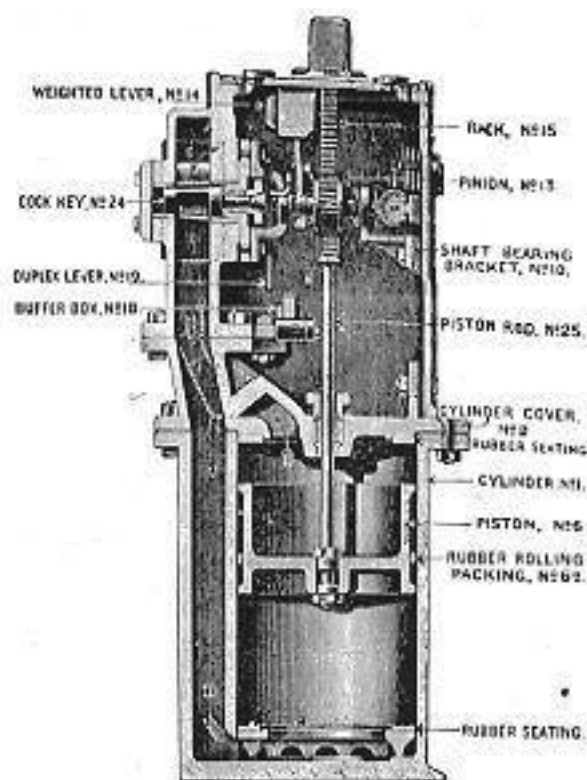
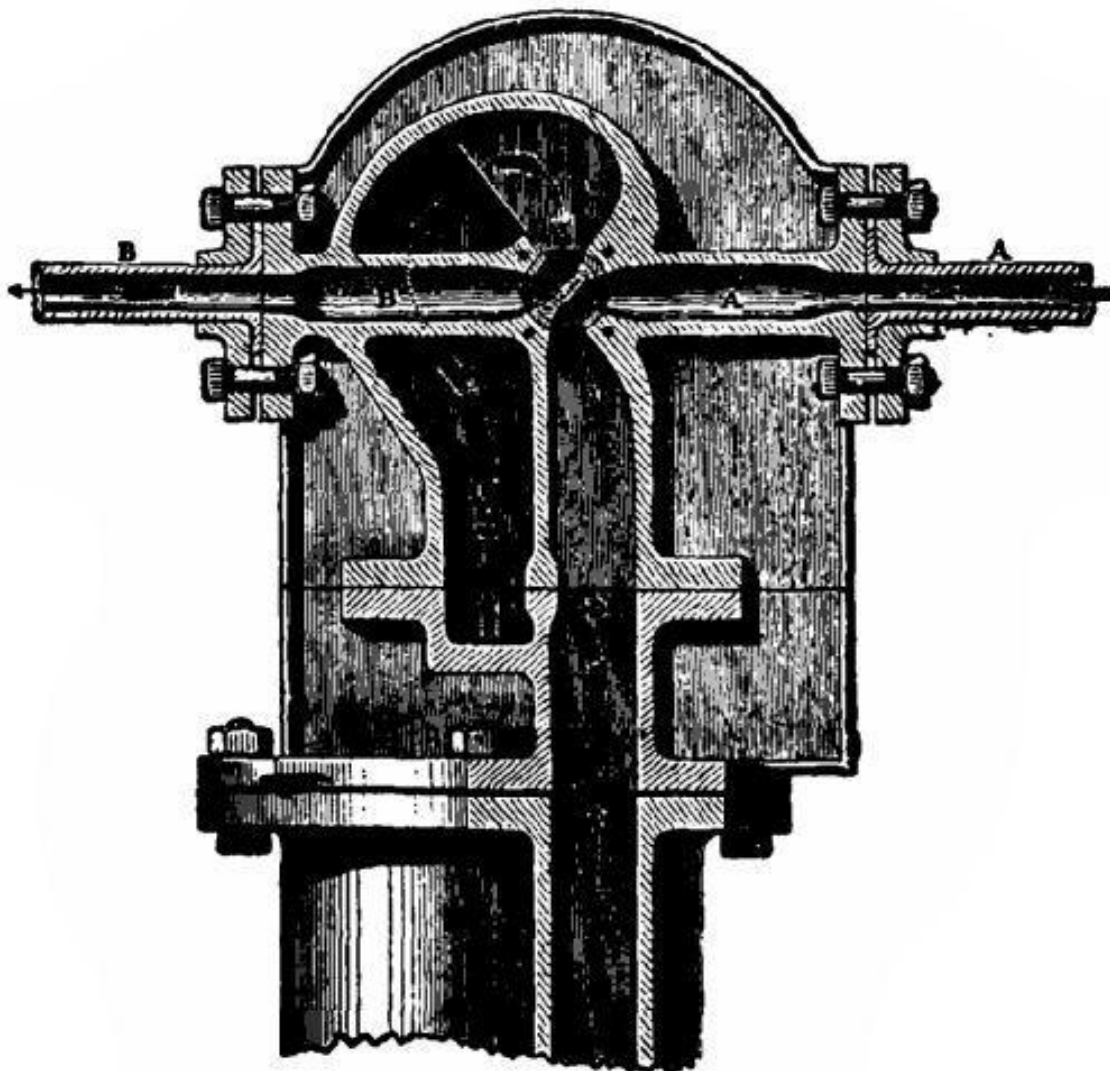

Рис. 183.
Рис. 184.
Некоторые потребители ежеквартально платят определенную сумму за право подачи воды, и водная компания разрешает им использовать столько воды, сколько им требуется. Другие, однако, предпочитают платить фиксированную сумму за каждую использованную тысячу галлонов. В таких случаях для учета расхода воды требуется счетчик. Мы прилагаем схему сечения запатентованного водомера Кеннеди (рис. 183), который очень широко используется. В нижней части находится измерительный цилиндр, оснащенный поршнем (6), который выполнен с возможностью перемещения с идеальной водонепроницаемостью и без трения посредством цилиндрического кольца из индийской резины, перекатывающегося между корпусом поршня и внутренней поверхностью цилиндра. Поршневой шток (25), пройдя через сальниковую коробку в крышке цилиндра, прикрепляется к рейке (15), которая зацепляется с зубчатым колесом (13), закрепленным на валу. При движении поршня вверх и вниз эта шестерня поворачивается сначала в одну сторону, затем в другую. К этому валу подсоединен механизм указателя (справа). Поворотный ключ (24) сконструирован таким образом, что при повороте на четверть оборота он может соединить любой конец измерительного цилиндра с подводящими трубами (см. рис. 184). Утяжеленный рычаг (14) свободно перемещается на валу шестерни по части окружности. Из шестерни выступают два плеча, по одному с каждой стороны рычага. Когда рычаг был поднят одним из них выше вертикального положения, он опускается под действием собственного веса на опору буферной коробки (18). При этом он ударяется о выступ на двустороннем рычаге (19), который соединен с заводным ключом, и поворачивает последний на четверть оборота.
Чтобы следить за работой счетчика, мы должны одновременно следить за рис. 183 и 184. Вода поступает из А, подводящей трубы. Он течет через кран вниз по каналу D в нижнюю половину цилиндра. Поршень поднимается, вытесняя находящуюся над ним воду через С в нагнетательный патрубок В. Как только поршень завершает свой ход, груз, поднятый реечной передачей, опрокидывается и ударяется о шпоночный рычаг, который он опускает вниз до упора в буферную коробку. Затем кран устанавливается под прямым углом к положению, показанному на рис. 184, и вода направляется от точки А вниз по С в верхнюю часть